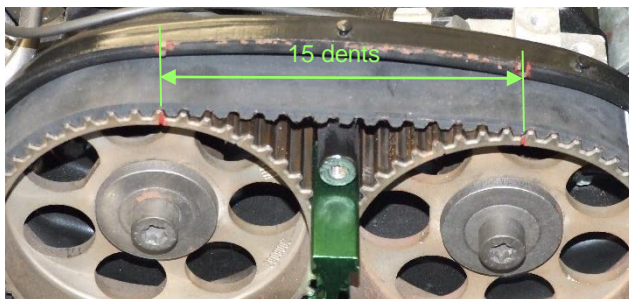

Figure 12
- Passer ensuite sur le galet inférieur, puis sur les poulies d'arbres à cames de droite. Faire jouer au besoin ces poulies avec une clé prise sur leur vis centrale. Contrôler qu'il y a bien 15 dents de courroie entre les deux repères, Figure 12.